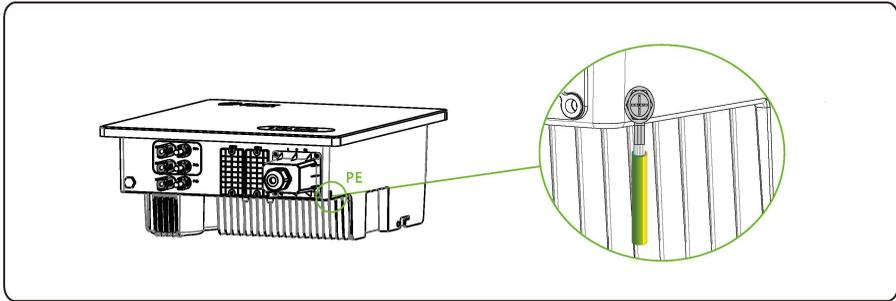

Figura 5.4: Fixe o cabo PGND
Passo 4: Fixe o cabo PGND (feito nos passos 1 e 2) usando o parafuso de terra e aperte o parafuso com um torque de $1,2 \text{ N} \cdot \text{m}$ usando uma chave de soquete, conforme mostrado na Figura 5.4.